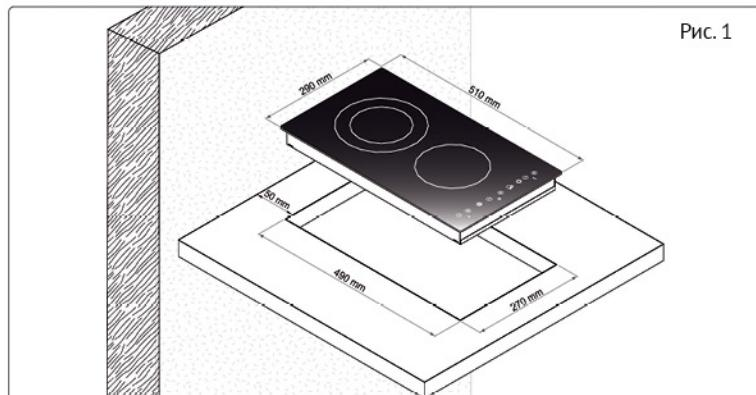
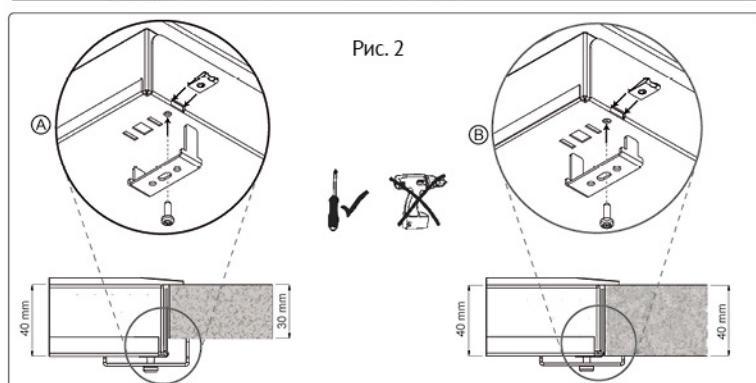

Рис. 1
Рис. 2
- **Небольшие загрязнения** можно устраним мягкой влажной тканью. Затем протрите чистую поверхность насухо (рис. 2).
- Декоративный рисунок на варочной поверхности может стираться из-за использования агрессивных и грубых чистящих средств, а также посуды с поврежденным или грубым дном (рис. 2).
Данное устройство должно быть встроено в столешницу, как это показано на рисунке (Рис. 1).
Нанесите герметизатор (Рис. 4) по всему периметру (размер резки указан на Рис. 1). Зафиксируйте прибор на столешнице при помощи 4 кронштейнов, учитывая толщину столешницы (Рис. 2).